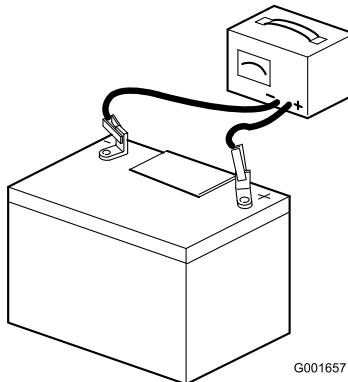

Figura 6
7. Ligue um carregador de baterias de 3 a 4 amperes aos pólos da bateria (Figura 6). Carregue a bateria com um carregador de bateria de 3 a 4 amperes, durante 4 a 8 horas.